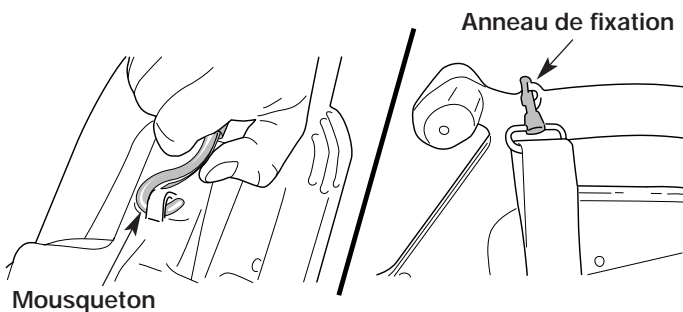

Fig. 7
4. Accrochez le mousqueton métallique du harnais à l'anneau de fixation situé en haut de la poignée (Fig. 7).